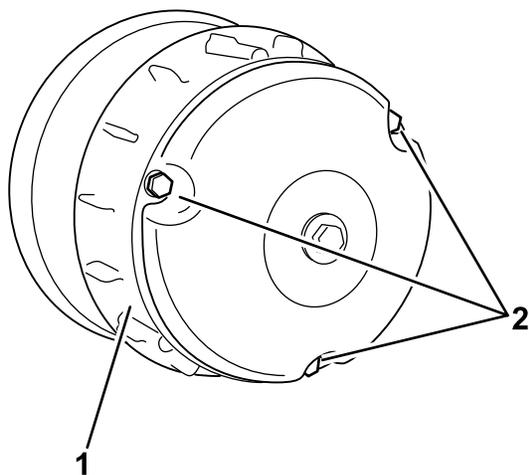

Рисунок 62
- Установите крышку сцепления и закрепите ее 3 болтами (Рисунок 62), снятыми при выполнении пункта 2.
- Отверните три болта крепления крышки сцепления и снимите крышку (Рисунок 62).